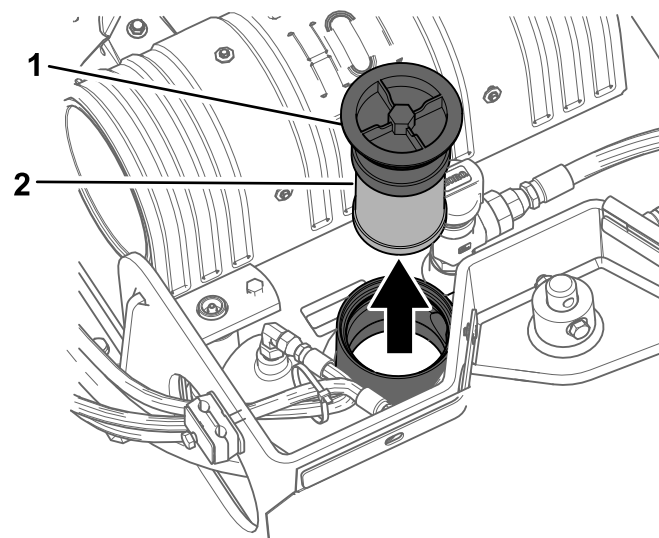

Figure 58
5. Nettoyez la surface autour du goulot de remplissage du réservoir de liquide hydraulique et enlevez le bouchon et le filtre du goulot de remplissage à l'aide d'une clé (Figure 58).
4. Déposez l'ancien filtre et mettez-le au rebut (Figure 58).
5. Mettez en place le filtre hydraulique de rechange et le bouchon de remplissage (Figure 58), et serrez le boulon sur le dessus à un couple de 21 à 25 N·m.
5. Enlevez le bouchon de remplissage du réservoir de liquide hydraulique ainsi que le filtre (Figure 58).
10. Mettez en place le filtre hydraulique et le bouchon de remplissage (Figure 58), et serrez le boulon sur le dessus à un couple de 21 à 25 N·m.